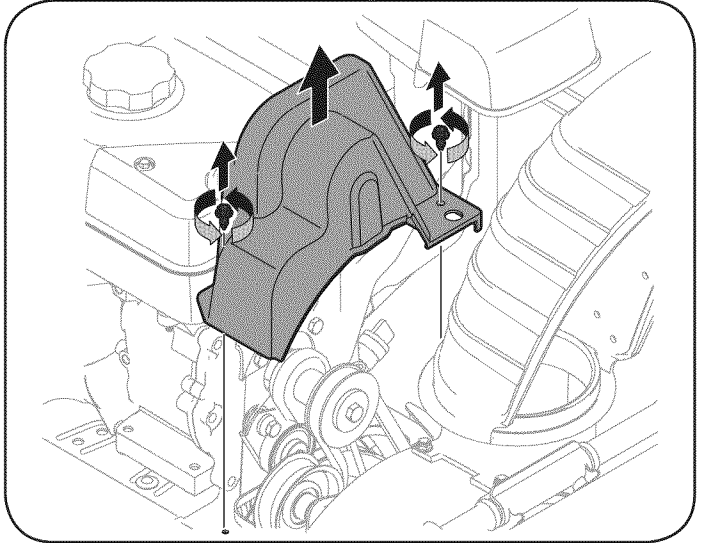

Figura 24
2. Saque la cubierta plástica de la correa ubicada en el frente del motor. Para ello saque los dos tornillos autorroscantes. Vea la Figura 24.